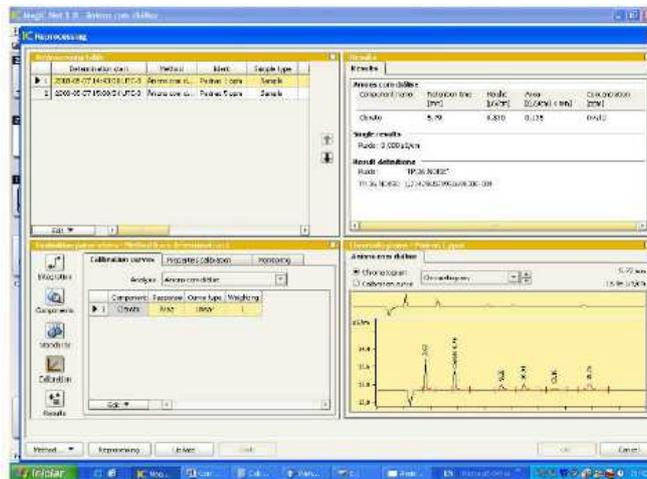

Figura 15.4 – Janela do software Magic Net IC.
- Clicar em  para escolher o tipo de curva a ser determinada para todos os analitos (linear, linear passando pelo zero, quadrática, etc.) Na aba “CALIBRATION” cada analito deverá receber especificações de sua referência (área ou altura) e tipo de curva para a calibração, Figura 15.4.